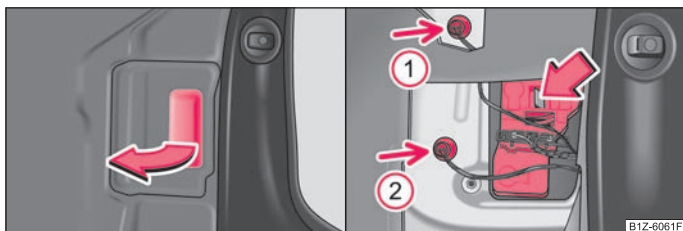

Fig. 153 Portbagajul: Capacul suportului lămpii / Demontarea suportului lămpii
- Deschideți capacul suportului cu becuri ⇒ fig. 153 - stânga.
- Scoateți becurile lămpii de poziție (săgeata ① și ②).
- Apăsăți elementele de fixare în sensul săgeții și scoateți suportul cu becuri ⇒ fig. 153 - dreapta.
- Așezați becurile lămpii de poziție (săgeata ① și ②).
- Scoateți becul defect (săgeata ①, respectiv ②) din carcasă și înlocuiți-l cu unul nou.